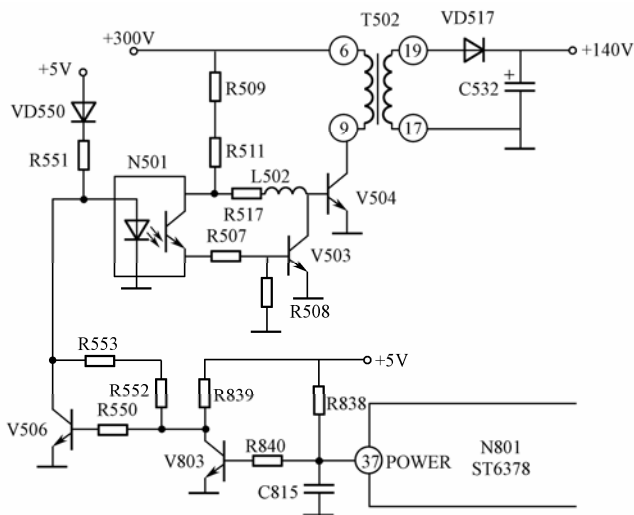

图 6-10 待机控制电路
⑦ 输出过压保护 该电路由开关变压器 T502 的取样绕组②—④、VD516、C525、VD515、V505 构成,当输出电压过高时,T502 取样绕组②—④间的脉冲电压,经二极管 VD516 整流,C525 滤波的直流电压将稳压二极管 VD515 击穿,使三极管 V505 导通,对开关管 V504 基极分流,开关管导通时间缩短,输出电压下降。
(5) 待机控制 该电路由 N801、V506、N501、V502 构成,如图 6-10 所示。遥控开机时,微处理器 N801 的③脚输出低电平,通过 R840 加至电平转换三极管 V803 的基极,V803 截止,其集电极为高电位,通过 R550 加至待机控制管 V506 的基极,V506 饱和导通,其集电极变为低电平,光电耦不导通,三极管 V503 截止,对电源开关管基极无分流作用,开关电源正常工作。遥控关机时,微处理器 N801 的③脚输出高电平,通过 R840 加至 V803 的基极,V803 饱和导通,其集电极变为低电位,通过 R550 加至待机控制管 V506 的基极使 V506 截止,其集电极变为高电位,光电耦合器 N501 内部发光二极管发光强度增大,V503 导通对电源开关管 V504 基极电流分流,使开关电源停振无电压输出,处于待机状态。